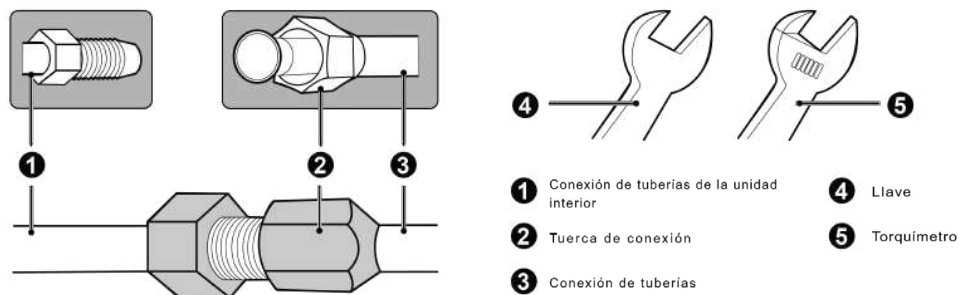

Fig.4.2
- (1) Apunte el puerto de abocardado de la tubería de cobre al centro de la junta atornillada y luego apriete la tuerca de abocardado con la mano como se muestra en la Fig.4.2.
- (2) Utilice una llave dinamoétrica para apretar la tuerca de abocardado hasta que la llave emita un chasquido.